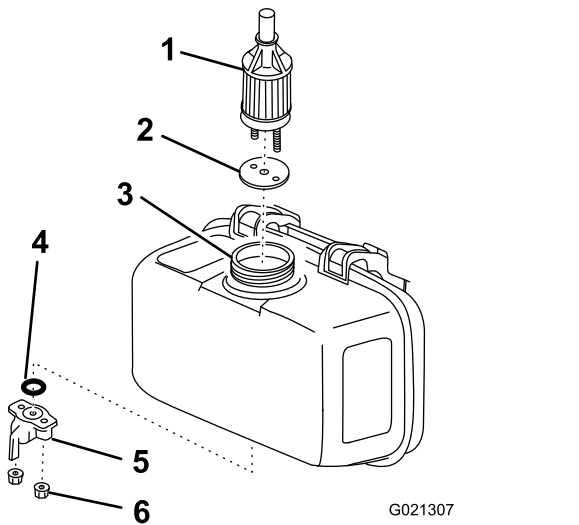

Figura 26
5. Afloje las tuercas situadas debajo de la palanca de cierre de combustible (Figura 26).
6. Retire y deseche la junta tórica (Figura 26).
7. Extraiga el filtro de salida de combustible y la junta del orificio de llenado (Figura 26).
8. Instale un nuevo filtro de salida de combustible y una junta a través del orificio de llenado y asíntelos en el depósito de combustible (Figura 26).
9. Instale una junta tórica nueva en la palanca de cierre de combustible, e instale el conjunto en el depósito de combustible usando las tuercas situadas debajo de la palanca de cierre de combustible (Figura 26).